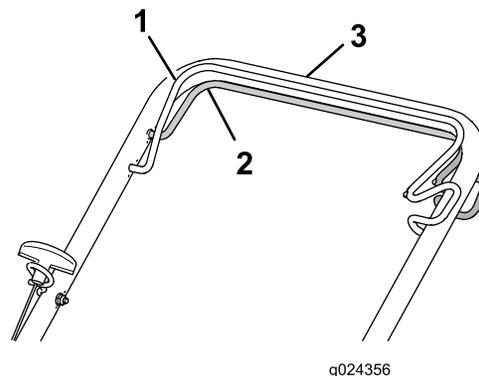

Figura 17
- **Per inserire la trazione automatica:** Tenete premuta la barra della trazione automatica contro la stegola (Figura 17).